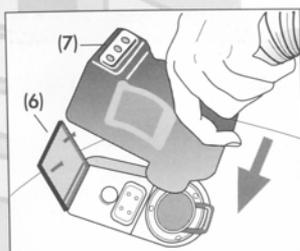
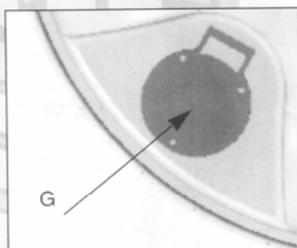

Fig. 5
Fig. 7
- Aprire completamente lo sportello (6) ed inserire l'attacco rapido (7) del tubo flessibile nella presa posta sulla parte anteriore dell'apparecchio, premendo a fondo (**Fig. 7**).
- Se la macchina è dotata della presa posteriore di soffiaggio (G) (**Fig. 7**) potete inserire l'attacco rapido (7) come descritto per le figure 5 e 6 e premere l'interruttore C per ottenere il soffiaggio del motore.